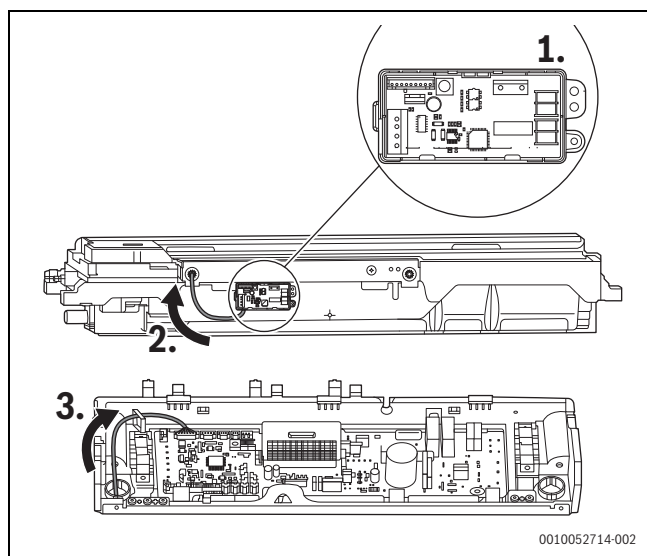

Fig. 3
3. Fixer le kit de communication en utilisant 10 vis ST3.9 et insérer le câble de raccordement à travers le trou basse tension de l'extension correspondante de l'extrémité CN18 sur la carte mère (fig. 3).